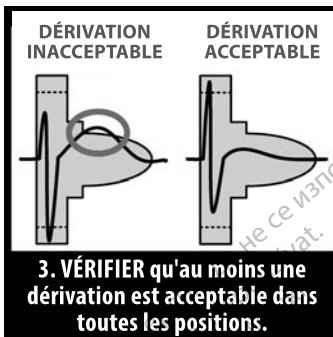

Figure 4. Évaluation du complexe QRS
3. Évaluer le complexe QRS. Si la totalité du complexe QRS et l'onde T arrière sont contenus dans le profil coloré, le QRS est considéré comme acceptable. Si une partie du complexe QRS ou de l'onde T arrière s'étend en dehors du profil coloré, le QRS est considéré comme inacceptable. (Figure 4 Évaluation du complexe QRS en page 20). Plusieurs profils colorés peuvent être utilisés pour évaluer le même ECG de surface si diverses amplitudes QRS sont observées.